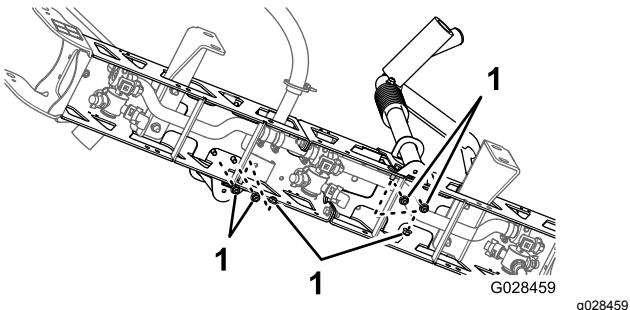

Figura 38
- Montate le barre per il trasferimento alla sezione della barra (Figura 37 e Figura 38) con 6 bulloni ($\frac{3}{8}$ " x 1") e 6 dadi di bloccaggio flangiati ($\frac{3}{8}$ ").